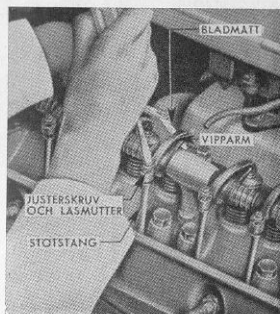

Fig. 20
6. När samtliga ventiler justerats köres motorn en stund, så att den når normal driftstemperatur. Därefter kontrolleras cylinderlocks-bultarnas åtdragning. Använd en nyckel med momentmätare och drag bultarna i den ordning, som visas på fig. 20. Rätt åtdragningsmoment är 75—80 lbs.ft. (10,3—11,0 kpm).